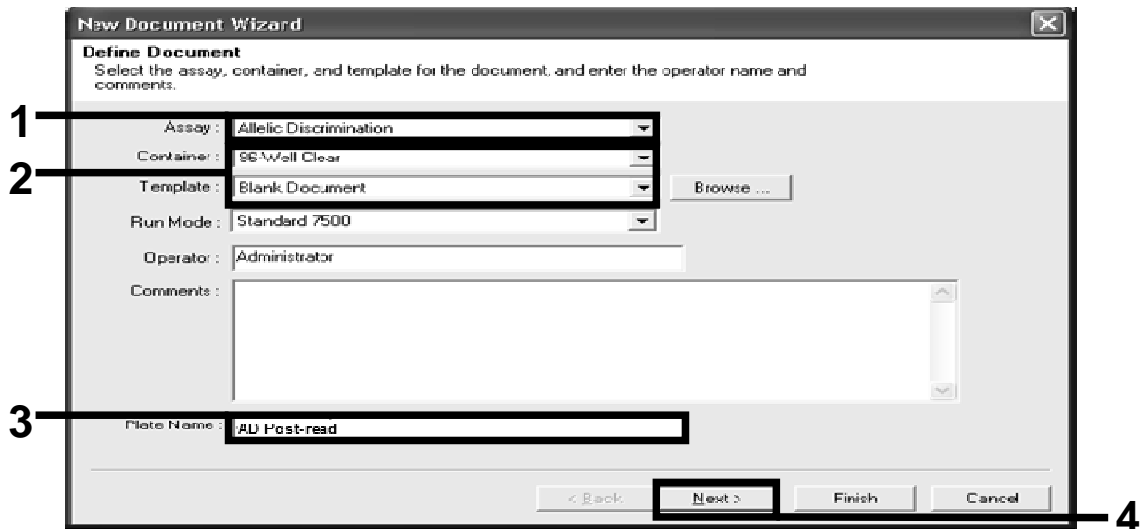

Figura 13. Preimpostazioni per la creazione di una nuova fase di post-lettura (New Document Wizard).
- 12. Nella finestra di dialogo "New Document Wizard" (procedura guidata nuovo documento), cliccare sull'elenco a tendina "Assay" (test) e selezionare "Allelic Discrimination" (discriminazione allelica) (Figura 13).**
- 13. Accettare le impostazioni predefinite per i campi "Container" (contenitore) e "Template" (stampo) ("96-Well Clear" [96 pozzetti, vuoto] e "Blank document" [documento vuoto], (Figura 13)). Nel campo "Plate Name" (nome piastra), digitare *AD Post-read* (AD post-lettura) (Figura 13), quindi cliccare su "Next>" per accedere alla finestra di dialogo "Select Markers" (selezione marker).**